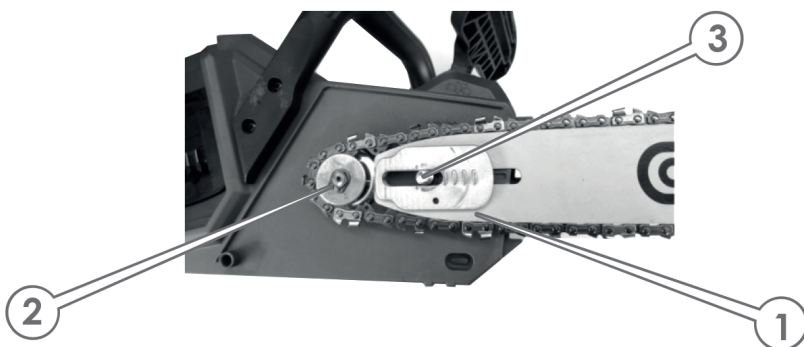

Рисунок 5. Схема встановлення напрямної з ланцюгом на напрямку шпильку і ведучу зірочку.
- перевірити, що на «шину» встановлена зубчаста муфта (1, рис. 5) механізму натяжіння або встановити її та зафіксувати нарізним гвинтом;
- встановити «шину» з ланцюгом на напрямну шпильку (3, рис. 5) пили - шпилька повинна ввійти в отвір «шини» та зубчастої муфти механізму натяжіння;
- накласти ланцюг на ведучу (2, рис. 5) зірочку і вставити в паз «шини» напрямні хвостовики ланок ланцюга. Проведення цієї операції почати із верхньої частини ланцюга. Посунути «шину» трохи вперед, щоб ланцюг трішки натягнувся;
- відрегулювати натяжіння ланцюга, обертаючи безключовою гайкою (2, рис. 6) зубчасту муфту (1, рис. 5) механізму безключового регулювання натяжіння ланцюга. Натяжіння ланцюга виконати до тих пір, доки ланцюг щільно не приляже до нижньої частини напрямної. У вірно натягнутого ланцюга, звичайним зусиллям руки, неможливо вивести різальні ланки за межі напрямної.